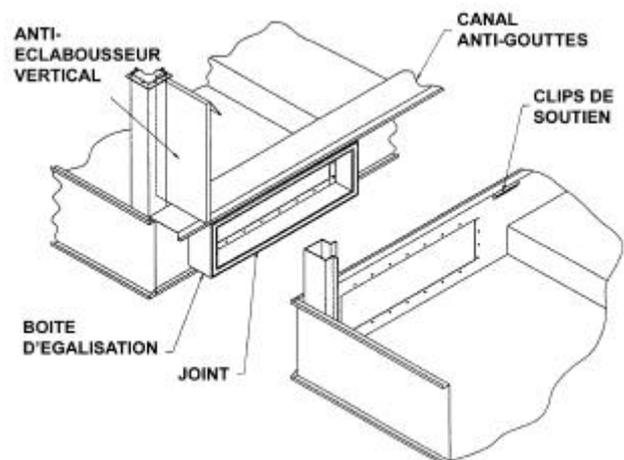

Figure 3 - Raccordement de l'égalisation
2. Nettoyer les brides de l'égalisation avant de la raccorder. Appliquer une couche de joint sur la bride centrée entre les trous de fixation et le bord extérieur. Enlever le papier de protection du joint. (Voir Figure 3.)
9. Placer les anti-éclabousseurs verticaux dans le côté des supports verticaux. Sur les unités galvanisées, les fixer en utilisant des vis autotaraudeuses de 8 mm. Pour les constructions en acier inoxydable, les fixer en utilisant des boulons et écrous de 6 mm en acier inoxydable. (Voir Figure 3)